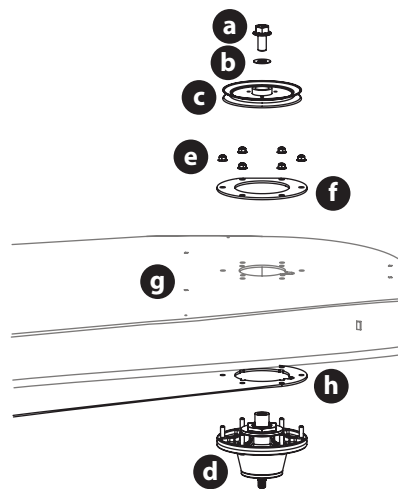
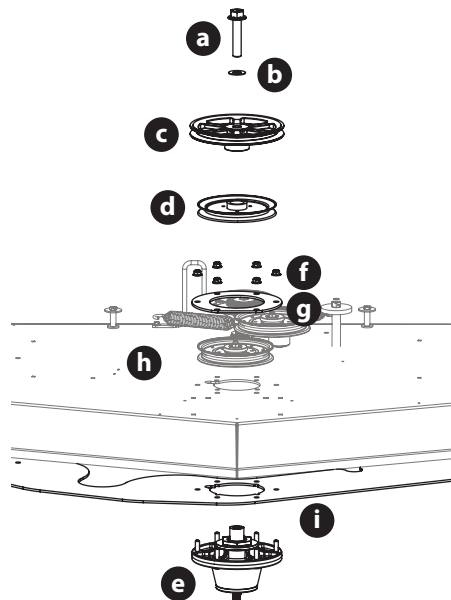

Fig. 59
Fig. 60
6. Extraiga el tornillo de seguridad hexagonal (a) y las arandelas planas (b) que aseguran las poleas del husillo de la derecha e izquierda (c) al conjunto del husillo (d) (Fig. 59).
7. Extraiga las seis tuercas de seguridad bridadas (e) que aseguran los conjuntos de husillo del lado derecho e izquierdo (d) y las placas de soporte (f) a la carcasa de la plataforma (g) (Fig. 59).
**NOTA:** no es necesario quitar la placa de soporte de la plataforma (h) a menos que se estén reemplazando los tres husillos (Fig. 59).
8. Extraiga el tornillo de seguridad hexagonal (a) y la arandela plana (b) que aseguran la polea de transmisión (c) y la polea del husillo central (d) al conjunto del husillo (e) (Fig. 60).
9. Extraiga las seis tuercas de seguridad bridadas (f) que aseguran la polea del husillo central (d), el conjunto del husillo (e) y las placas de soporte (g) a la carcasa de la plataforma (h) (Fig. 60 en la página 72).
**NOTA:** no es necesario quitar la placa de soporte (i) de la plataforma a menos que se estén reemplazando los tres husillos (Fig. 60 en la página 72).
10. Para instalar el conjunto del husillo realice el proceso en orden inverso. Cuando instale el nuevo conjunto del husillo, asegúrese de instalar los elementos de ferretería exactamente (Fig. 59 y Fig. 60 en la página 72). Ajuste los tornillos de seguridad hexagonales a 250 pies-libras (339 N-m) y las tuercas de seguridad bridadas a 21-32 pies-libras (28-43 N-m).